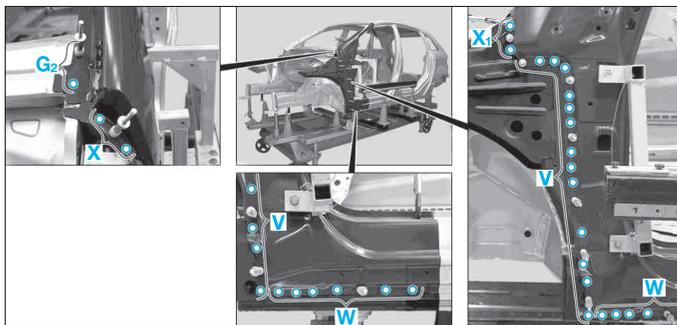

FIG. 53
- Percer des trous (Ø 6,5 mm) dans les zones (G₂), (V), (W), (X) et (X₁) (Fig.53).